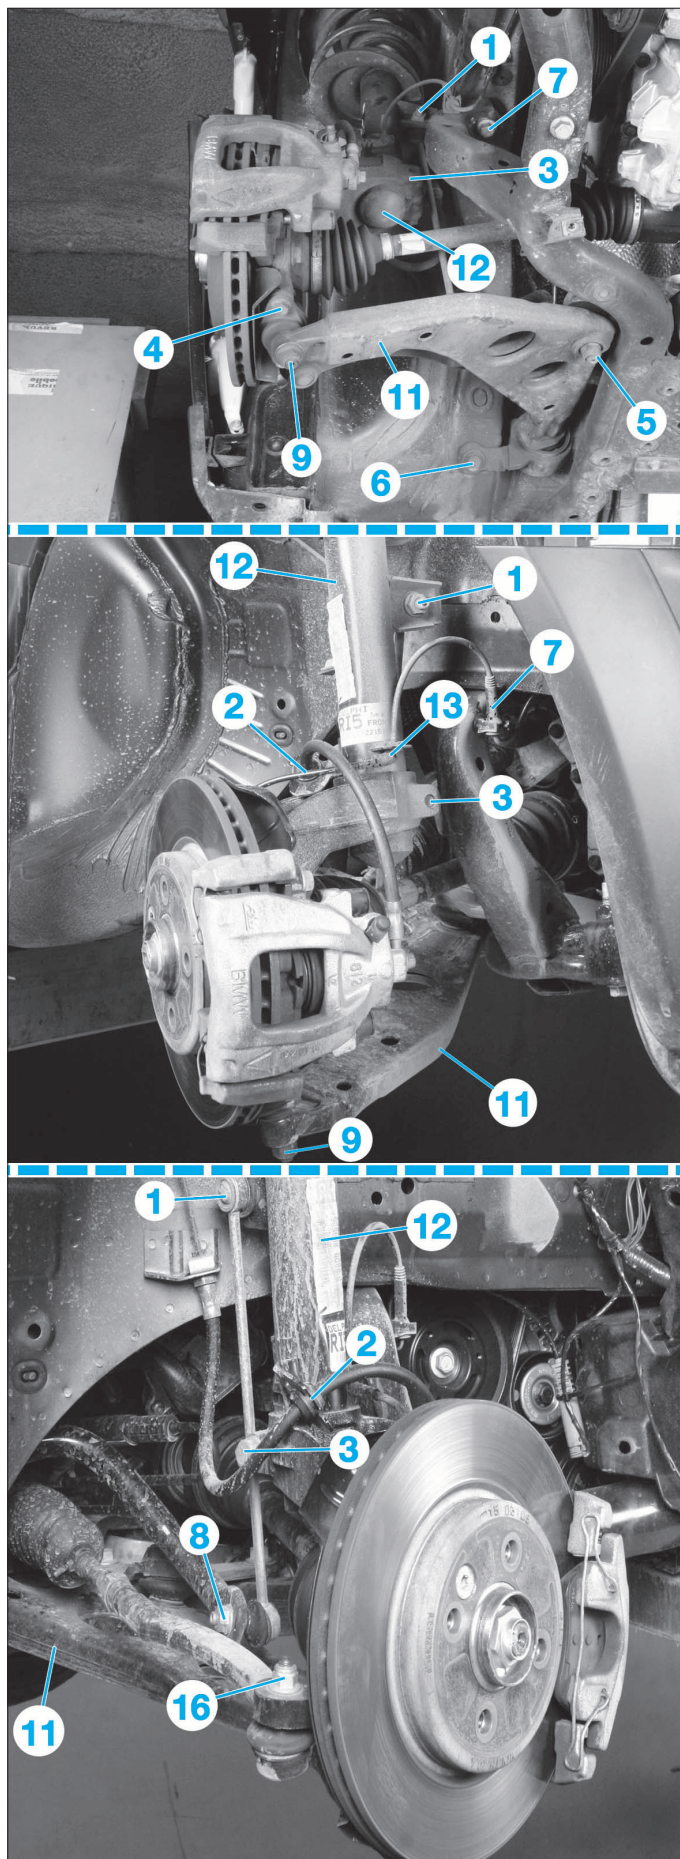

FIG. 7
- le flexible de frein de son support (2) (Fig.7).
- le câble du capteur de vitesse de roue (ABS) de son support (13).
- l'écrou de la rotule inférieure (8) de biellette de barre stabilisatrice (véhicule produit avant 03/2002).
- l'écrou de rotule de direction (10) (Fig.7) puis la désaccoupler à l'aide d'un extracteur approprié.
- l'écrou de rotule de pivot (9) puis la désaccoupler à l'aide d'un extracteur approprié.